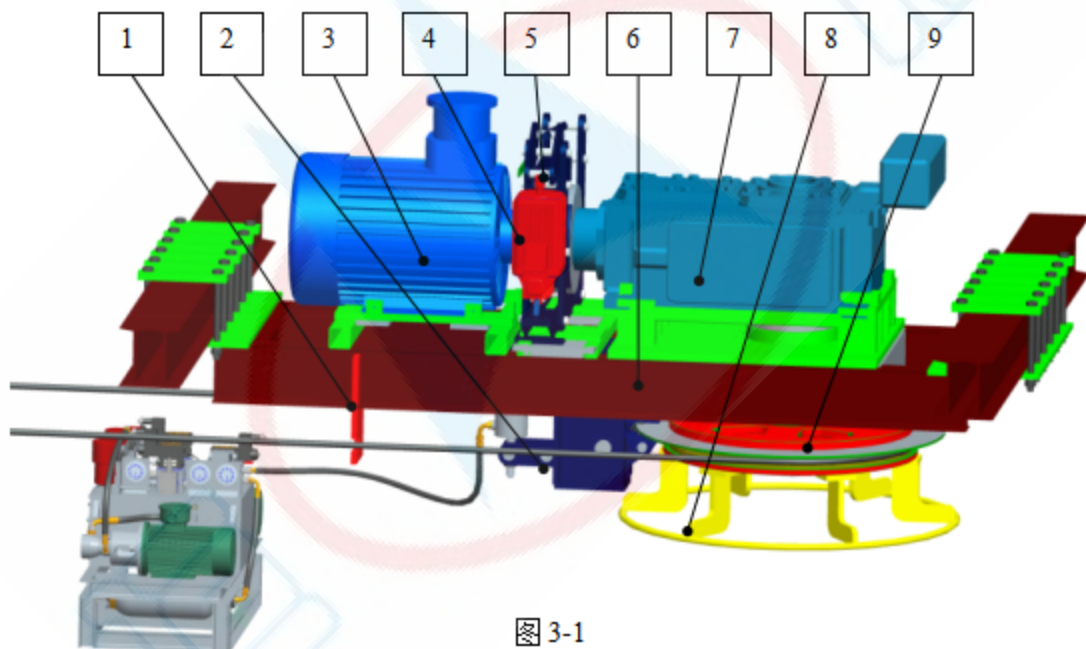
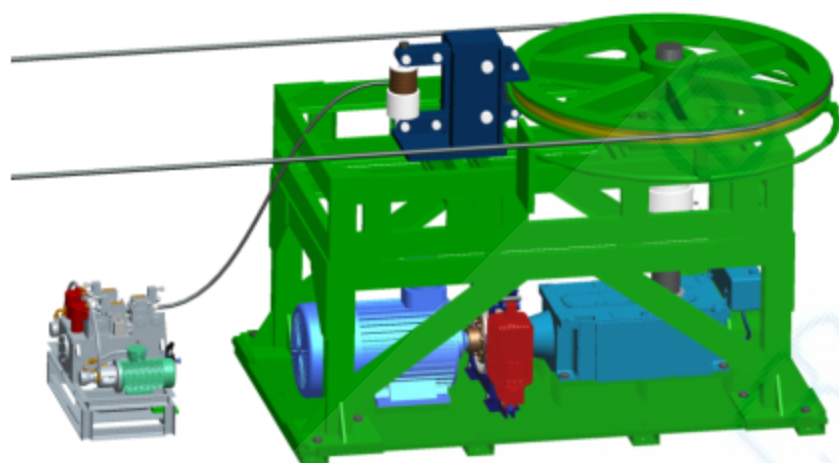
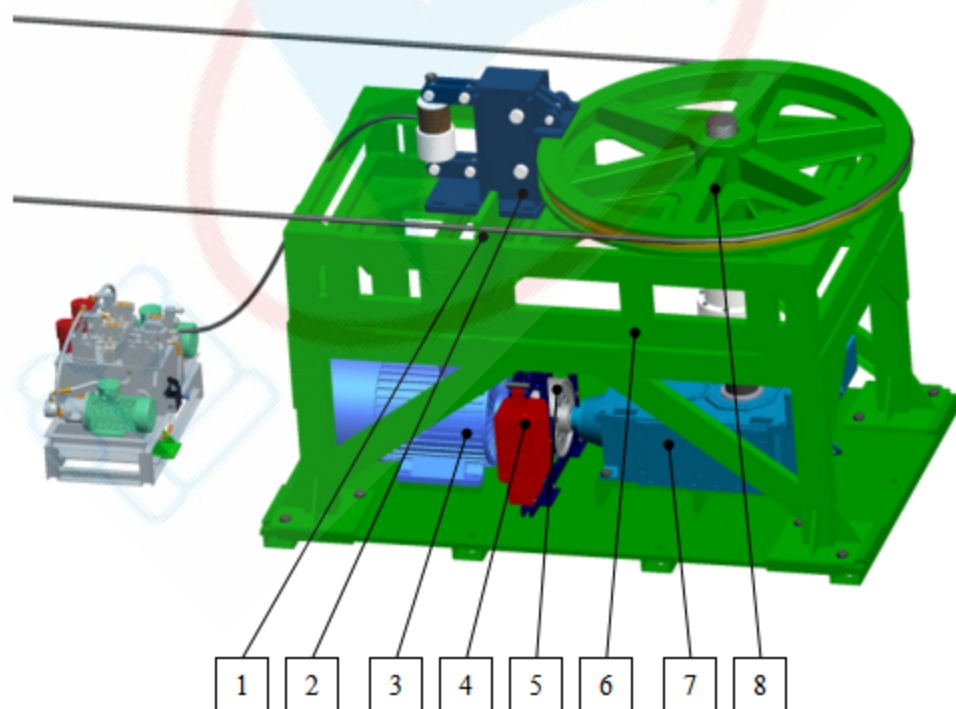
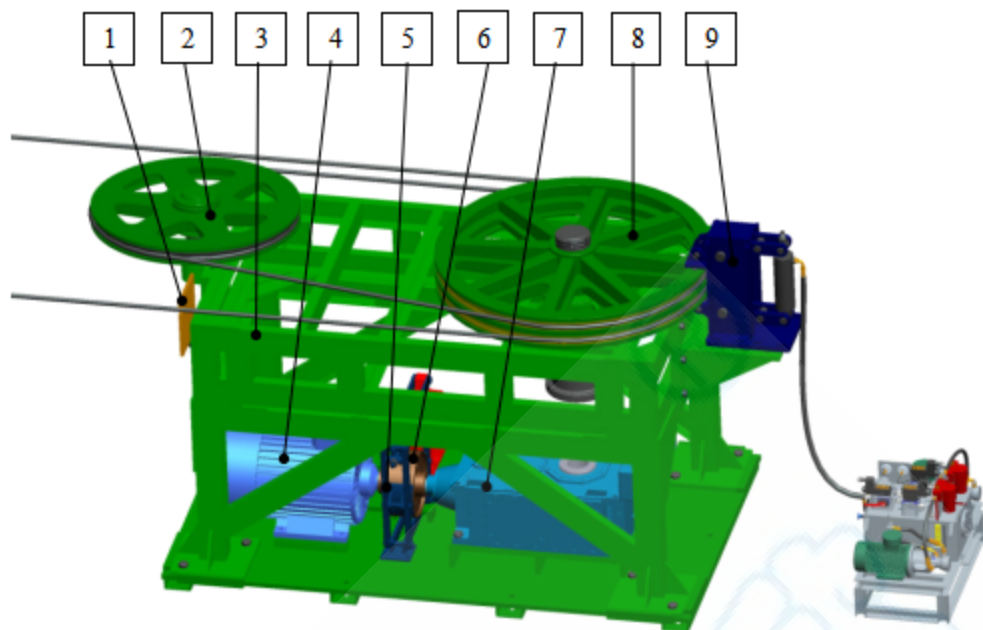

图 3-1
图 3-2
图 3-3
图 3-4
1.1 驱动装置通常采用两种安装方式，第一种为架空式安装，锥齿轮-斜齿轮减速机（见图 3-1）；第二种采取落地安装方式，既可以采取单轮落地（见图 3-2、图 3-3），也可以采取落地双轮驱动方式（见图 3-4），但通常情况下，采取架空式安装，既简单又节约空间。单轮驱动装置主要由入绳口安全防护装置 1、安全（低速端轮边）制动器 2、电动机 3、工作（高速端）制动器 4、联轴器 5、机架 6、减速机 7、驱动轮 8 等组成，双轮驱动方式主要由入绳口安全防护装置 1、副轮 2、双驱动机架 3、电动机 4、工作（高速端）制动器 5、联轴器 6、减速机 7、主驱动轮 8、安全（低速端轮边）制动器 9 等组成。